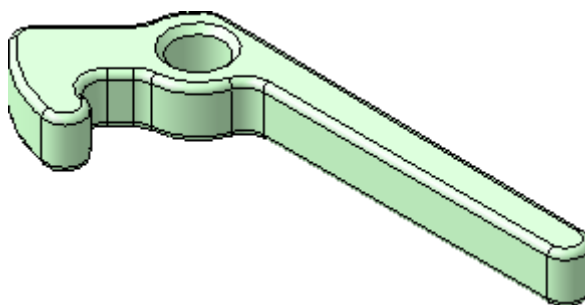

Рис. 57
- затем укажите на кромку отверстия, чтобы она удалилась из набора (рис. 57) – на панели свойств должно отобразиться **Грани 0, Ребра 15**;
С обеих сторон отверстия самостоятельно выполните фаску размером **0,5×45°** (рис. 57). Создайте объект спецификации на деталь. Скройте отображение вспомогательных объектов и сохраните документ.